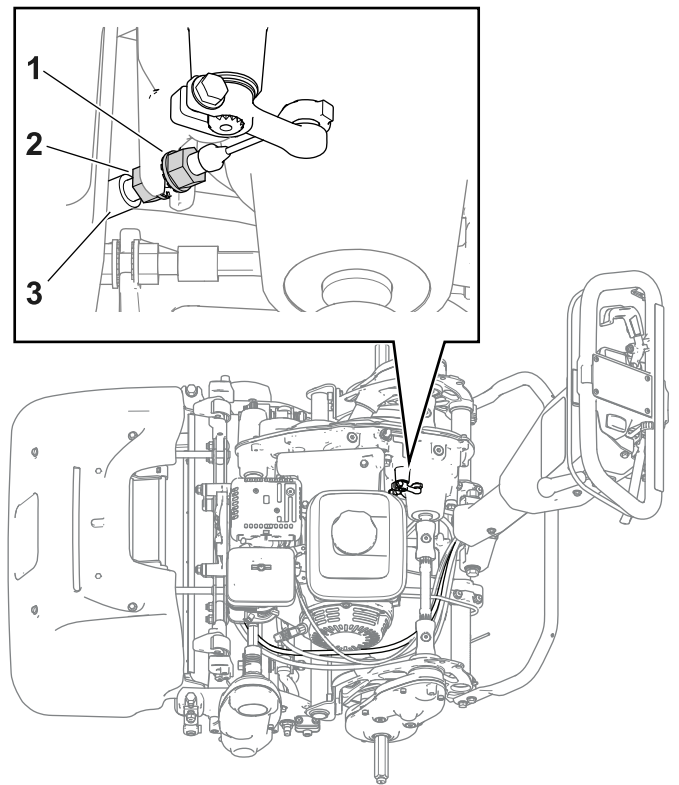

**Figure 32**
2. Mesurez le jeu au bout de la poignée du frein de stationnement (Figure 32).